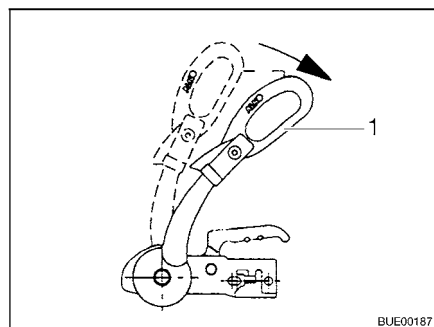

Fig. 198 Maniglia di stabilizzazione
- Aprire la maniglia di stabilizzazione (Fig. 198,1).